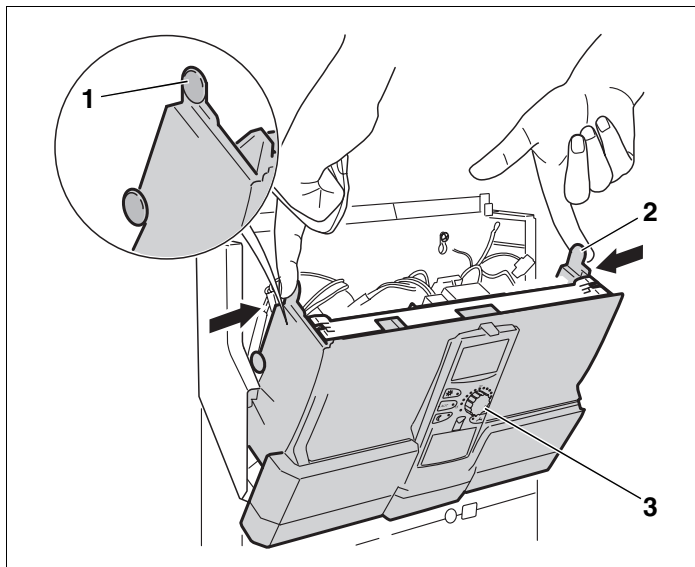

Fig. 3 Se rabate partea anterioară a aparatului
- Se apasă din ambele părți urechile spre interior (fig. 3, **poz. 1 și 2**).
- Partea anterioară a aparatului cu MEC 2 (fig. 3, **poz. 3**) se rabate spre față.